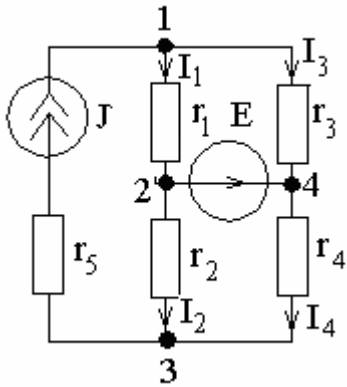

Рис. 50
21. Определить все токи в ветвях цепи методом наложения, если $J=12$ А, $E=81$ В, $r_1=6$ Ом, $r_2=10$ Ом, $r_3=3$ Ом, $r_4=6$ Ом, $r_5=5$ Ом (рис. 50).